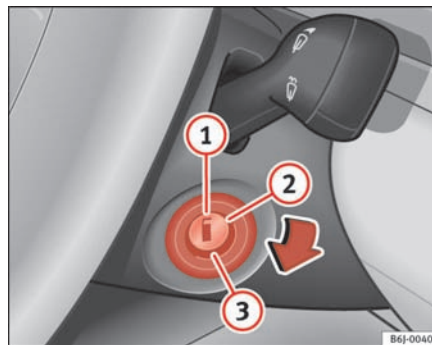

Fig. 101 Tændingsnøglenes stillinger
I denne stilling ⇒ side 131, fig. 101 er tændingen afbrudt og motoren standset, og rattet kan låses.
- Drej tændingsnøglen til stilling $\Rightarrow$ side 131, fig. 101 ②. Mens motoren forgløder, lyser kontrollampen ∞ .
- Drej tændingsnøglen til stilling ③ for at starte motoren, når kontrollampen ikke længere lyser – trød ikke på speederen.
- Drej tændingsnøglen til stilling $\Rightarrow$ side 131, fig. 101 ①.